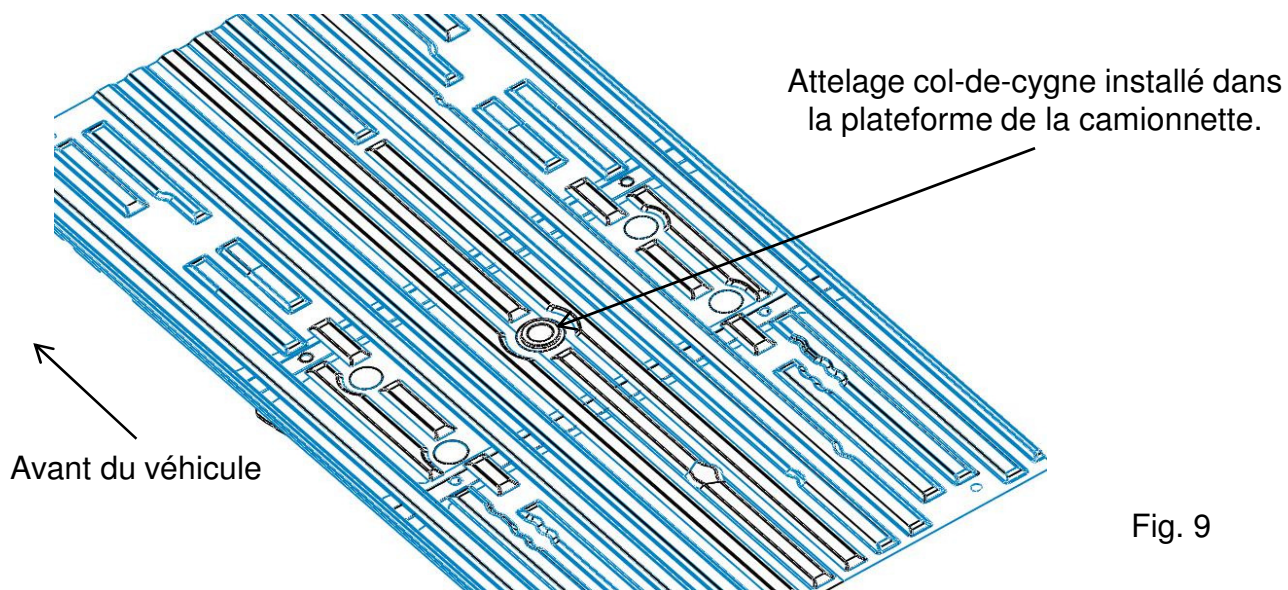

Fig. 9
6. Une fois le dessus du tube-récepteur du col-de-cygne situé dans le trou (voir figure 9), serrer la boulonnerie au couple de 180 lb-pi.